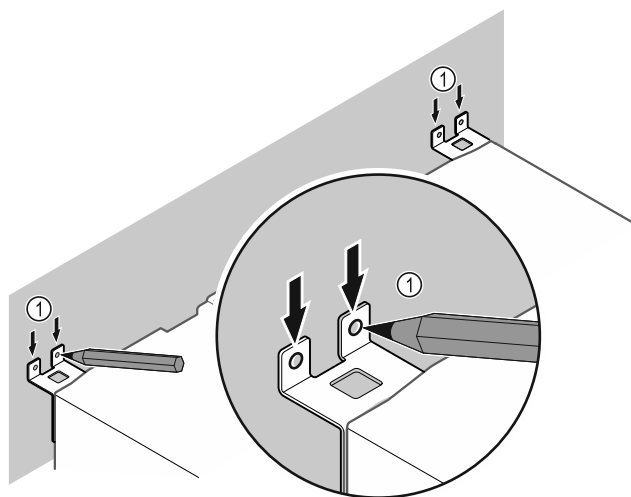

Fig. 9
- ▶ Puneți marcaje pe perete Fig. 9 (1).